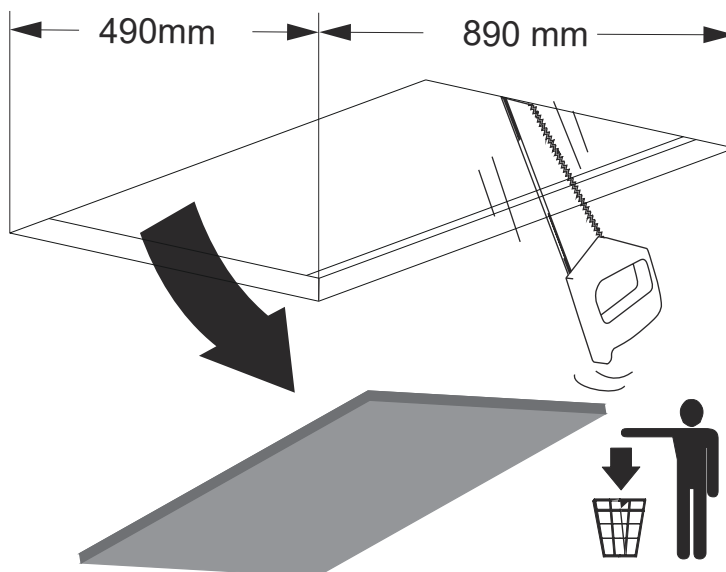

Fig. 8
2. ▶ Taket eller materialet där fläkten ska monteras måste skäras till enligt angivna mått (Fig. 8).